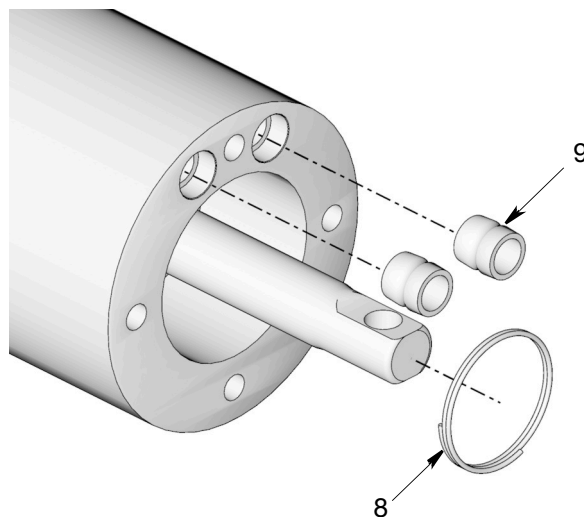

Рис. 28
13. Снимите стопорное кольцо (8) и извлеките два уплотнения (9). Отложите стопорное кольцо в безопасное место для использования его для обратной сборки. Уплотнения (9) могут быть утилизированы. Используйте новые уплотнения из ремонтного комплекта для обратной сборки (Рис. 28).